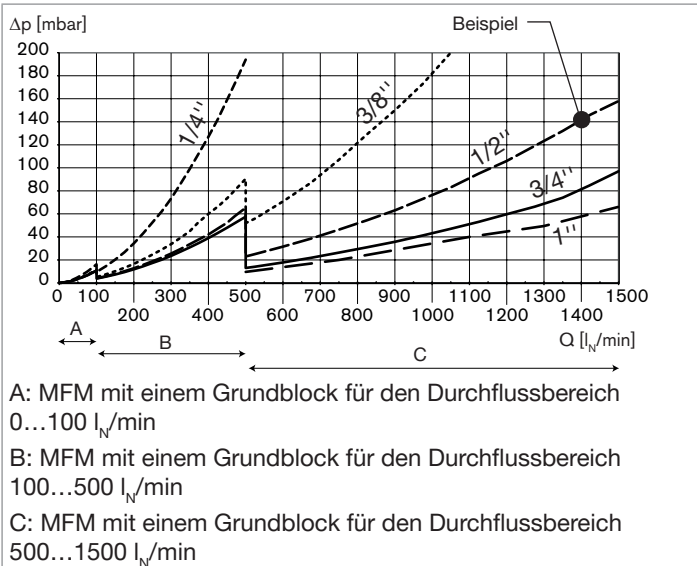
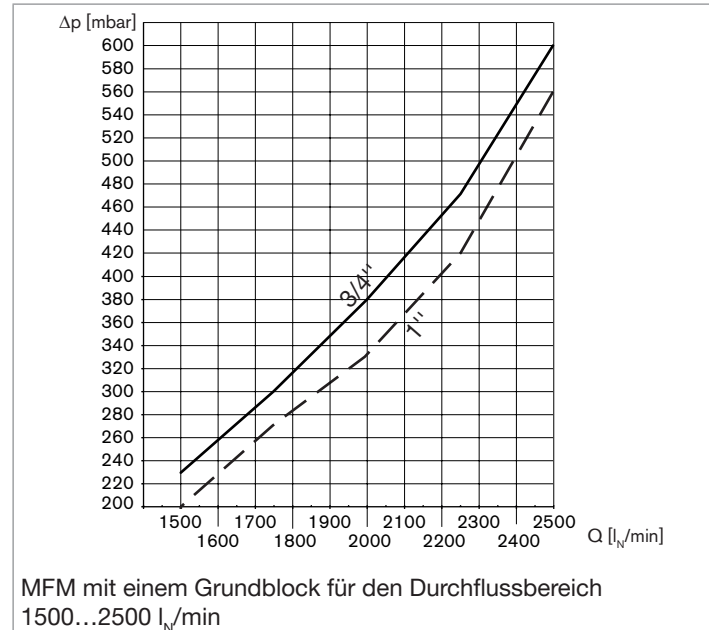

Fig. 4: Druckverlustdiagramm für Luft, MFM mit einem 250-µm-Maschenfilter, Durchflussbereiche 0...100 l_N/min, 100...500 l_N/min, 500...1500 l_N/min
Fig. 5: Druckverlustdiagramm für Luft, MFM mit einem 250-µm Maschenfilter – Durchflussbereich 1500...2500 l_N/min
Wenn das Betriebsgas Luft ist, den Druckverlust direkt aus den Diagrammen in Fig. 4 oder in Fig. 5 ablesen.
Wenn zum Beispiel der Durchfluss durch einen MFM mit 1/2"-Gewinde-Fluidanschlüssen 1400 l_N/min beträgt, beträgt der Druckverlust für Luft wie in Fig. 4 angegeben 140 mbar.
1. Druckverlust Δp_{Luft} aus den Diagrammen in oder in Fig. 4 oder Fig. 5 ablesen.
1. Wenn der Durchfluss 1400 l_N/min beträgt, entspricht der Druckverlust Δp_{Luft} wie in Fig. 4 angegeben 140 mbar.